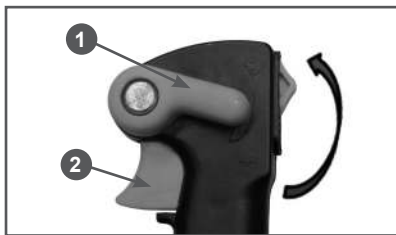

Рис. 16 Фиксатор рычага газа и рычаг газа
5. Нажмите на рычаг 2 газа и поверните фиксатор 1 рычага газа (Рис. 16) против часовой стрелки так, чтобы рычаг газа 2 остался в наполовину нажатом состоянии.